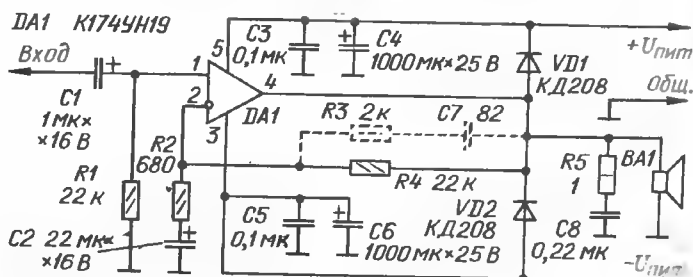

Рис. 3
Типовые схемы включения микросхемы К174УН19 в двух вариантах питания — двухполярным напряжением и однополярным — показаны на рис. 3 и 4 соответственно. Оба усилителя практически одинаковы по характеристикам. Рабочая час-
4. Радиоприемный тракт приемника СВ, схема которого показана на рис. 3 (№ 7, с. 74), склонен к релаксации, забитию сильным сигналом, к неустойчивой работе. Здесь следует внести те же исправления, как на рис. 1.